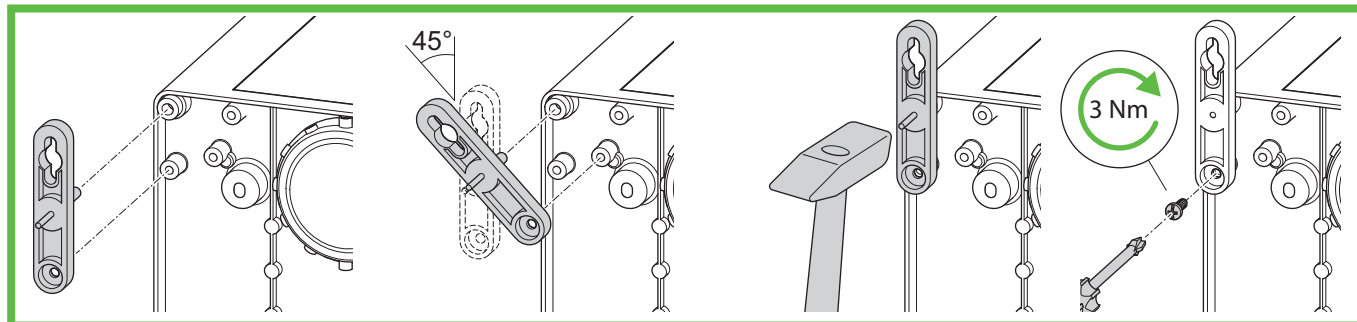
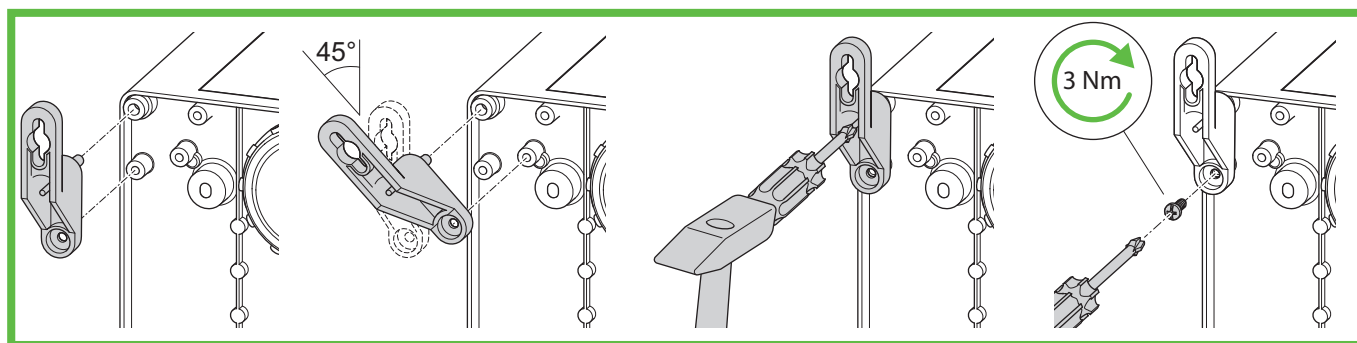

Abb. 10: Montage ABL-10
Abb. 11: Montage ABL-40
- ▶ Montieren Sie die Außenbefestigungsglaschen (Abb. 10 oder Abb. 11).